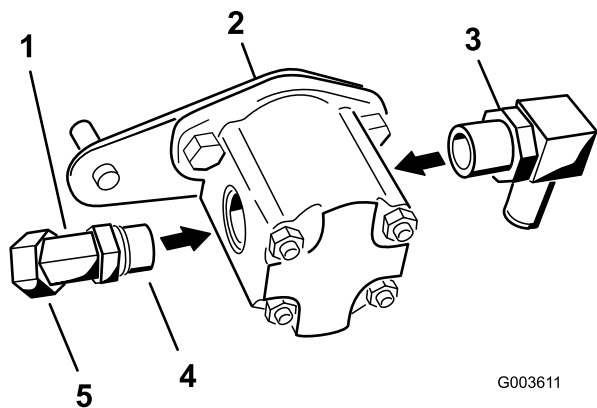

Bild 17
2. Montieren Sie den 45-Grad-Krümmen seitlich an der Hydraulikpumpe (Bild 17).